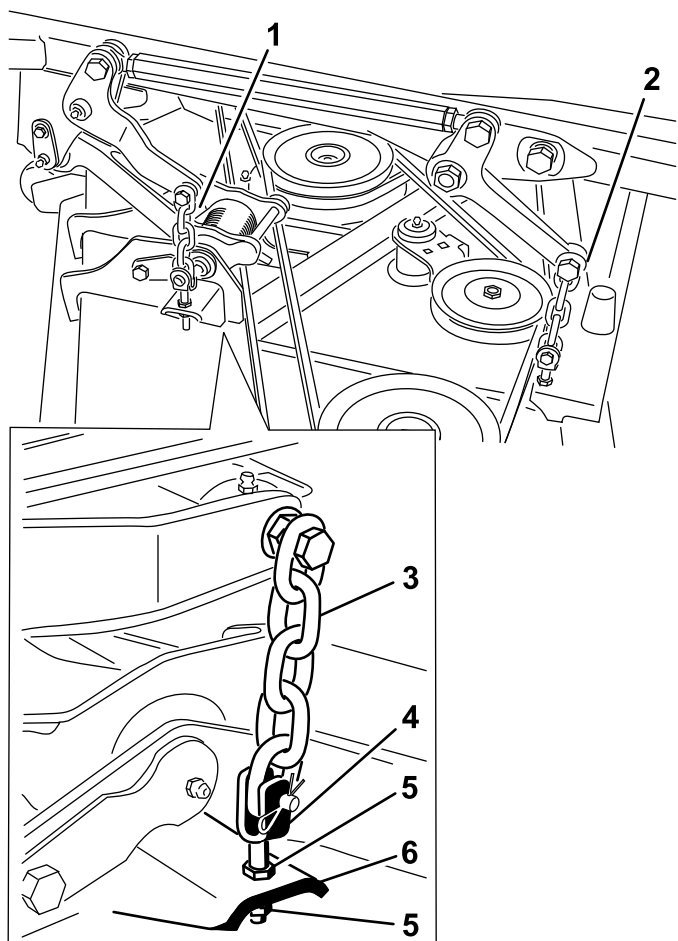

Figura 26
8. Ajuste las contratueras que fijan las horquillas/cadenas de la unidad de corte al cortacésped hasta que la unidad de corte quede nivelada (Figura 26).